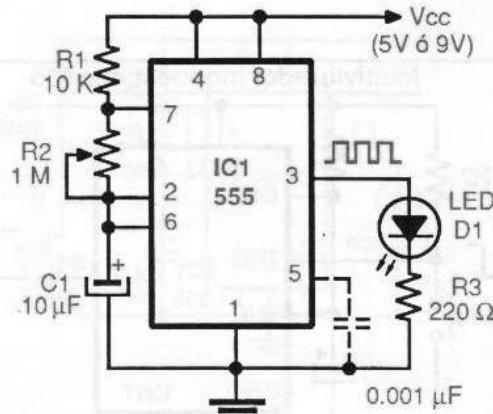

Fig. E27
En la figura E27 se muestra el circuito que vamos a utilizar en este experimento para comprobar la operación del 555 en el modo astable (reloj). Las resistencias R1 y R2 y el condensador C1 establecen las características de la señal de salida. Para de-
Paso 1. Arme sobre el *protoboard* el circuito de la figura E27. Conecte el potenciómetro R2 mediante dos alambres de longitud adecuada y debidamente soldados. Tenga especial precaución con la instalación del CI 555. Antes de encender la fuente verifique bien todas las conexiones y sitúe R2 en una posición intermedia.